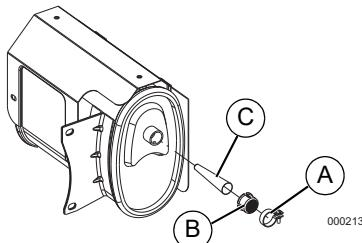

Figure 4-5. Écran du pare-étincelles
- Desserrez le collier de fixation (A) et retirez la vis. Voir **Figure 4-5**.
- Inspectez l'écran (B) et remplacez-le s'il est tordu, perforé ou endommagé. Si l'écran semble en bon état, nettoyez-le à l'aide d'un solvant disponible dans le commerce.
3. Remettez le cône (C) et l'écran (B) du pare-étincelles en place. Fixez-les à l'aide de la vis et du collier de fixation (A).